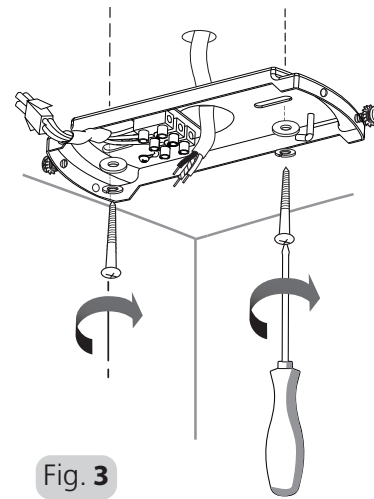

Fig. 3
4. MONTAGE DER AUFHÄNGEHALTERUNG: Suchen und markieren Sie die Mitte des Balkens. Führen Sie die Kabel für die Stromversorgung durch das Loch in der Halterung und befestigen Sie die Halterung mit den Unterlegscheiben, Federscheiben und Holzschrauben am Deckenbalken. Siehe Abb. 3
4. INSTALLING THE HANGING BRACKET: Locate and mark the center of the joist. Pass the supply wires through the hole in the bracket. Secure the bracket to the ceiling joist by using the flat washers, spring washers and wood screws. Refer to Figure 3.
4. INSTALLATION DU SUPPORT DE SUSPENSION : Repérez et marquez le centre de la solive. Passez les câbles d'alimentation à travers le trou du support. Fixez le support à la solive de plafond à l'aide des rondelles plates, des rondelles élastiques et des vis en bois. Voir Figure 3.
9. **MONTAGE VAN DE OPHANGBEUGEL:** Bepaal en markeer het midden van de draagbalk en leid de voedingsdraden door het gat in de beugel. Zet de beugel vast aan de plafondbalk met behulp van de vlakke sluitringen, de veeringen en de houtschroeven. Zie Fig. 3
4. **INSTALAÇÃO DO SUPORTE DE SUSPENSÃO:** Localize e marque o centro da viga. Passe os fios de alimentação pelo furo no suporte. Prenda o suporte à viga do teto utilizando as anilhas planas, anilhas de mola e parafusos de madeira. Consulte a Fig. 3